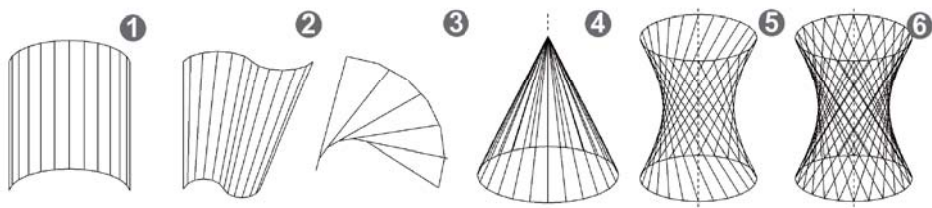

图 1.3.6 直纹面与直纹曲面
(3) 直纹面。可以描述为直线扫过的一组点形成的面，如图 1.3.6 ①②③⑤⑥所示。如保持线的一个点固定，另一个点沿着圆移动形成锥体，如图 1.3.6 ④所示。如果通过其每个点都有两条不同的线，那么表面是双重的。双曲抛物面和双曲面是双重曲面（截图略）。